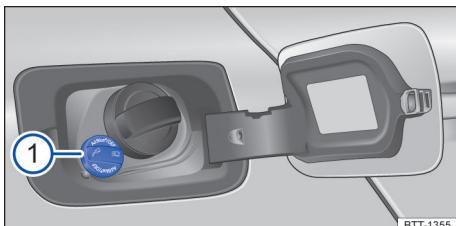
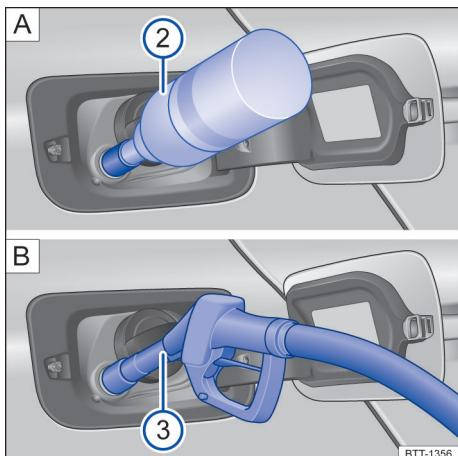

Fig. 199 Atrás da portinhola do tanque: tampa do tanque para AdBlue (representação esquemática).
Fig. 200 Atrás da portinhola do tanque: reabastecer o AdBlue com o **A** frasco de reabastecimento ou **B** com o bico da bomba (representação esquemática). BTT-1356
Legenda para → Fig. 199 , Fig. 200:
O bocal de abastecimento de AdBlue® se encontra atrás da portinhola do tanque, ao lado do bocal de abastecimento de combustível → Fig. 199.
- Segure a alça do bico da bomba de AdBlue® virada para baixo para assegurar um bom abastecimento → Fig. 200(B).
- O tanque de AdBlue® está cheio quando a bomba de abastecimento desliga pela primeira vez → ①.
- Ao abastecer numa bomba de combustível de caminhões, pode ocorrer um desligamento antecipado. Há o risco de vazamento de AdBlue® devido uma velocidade de enchimento significativamente mais alta → ①.